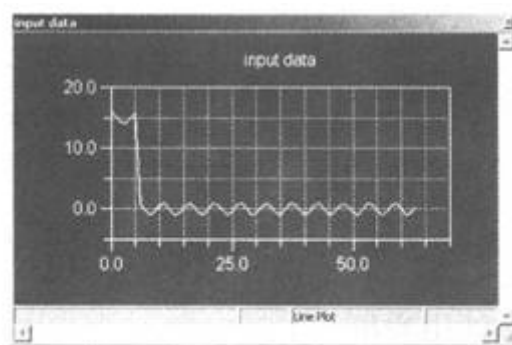

图 5-55 DFT 输入信号波形
9)利用绘图(Plot)来观察 DFT 输入信号波形，如图 5-55 所示。